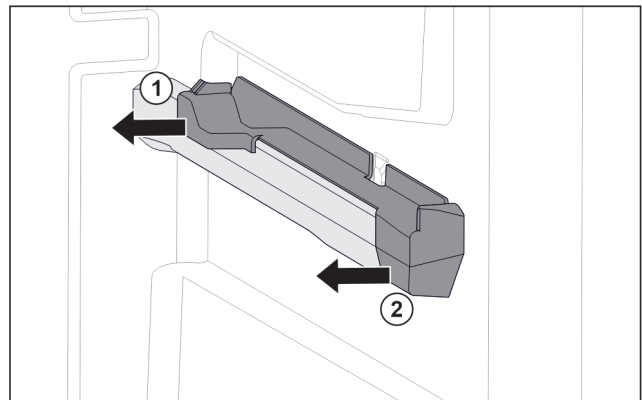

Fig. 73 Наставка върху дясното ребро на съда
- ▶ Изтеглете наставката отзад настрани. Fig. 73 (1)
- ▶ Изтеглете наставката отпред настрани. Fig. 73 (2)